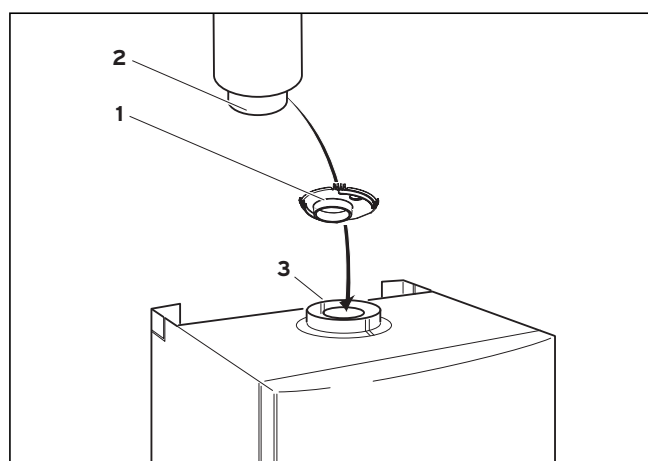

Рис. 5.14 Монтаж дроссельных шайб газохода
- Вдавите дроссельную шайбу газохода (1, см. рис. 5.14) до упора в муфту аппарата (3). При этом следите за правильным положением (стрелка на дроссельной шайбе указывает на стену).
- Вставьте конец трубы (2) в муфту аппарата (3).